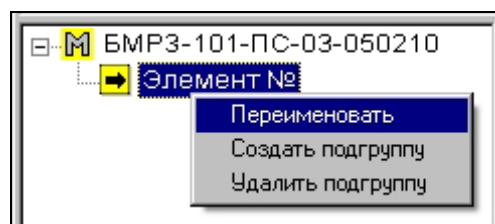

Рисунок 109
- в открывшемся контекстном меню выбрать пункт «Переименовать» (рисунок 109);